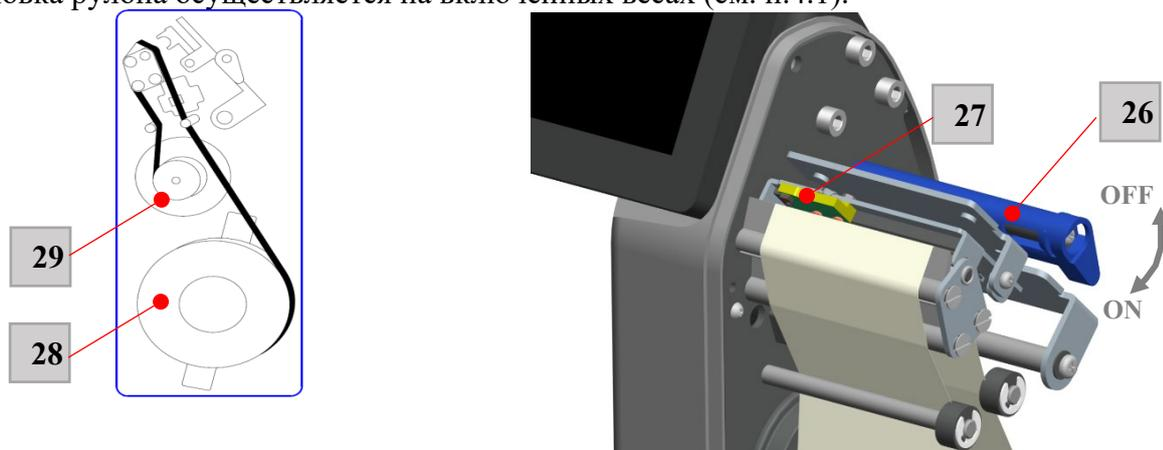

Рисунок 5 – Схема установки рулона этикеток
☞ При расположении весов старайтесь избегать попадания прямых солнечных лучей на сенсорный экран [1] и датчик отрыва этикетки [27] (см. рис. 5).
- откройте крышку печатающего устройства [12] (на рис.5 не показана);
- наденьте рулон на держатель [28] и протяните конец ленты через лентопротяжный механизм и принтер согласно схеме (см. рис. 5);